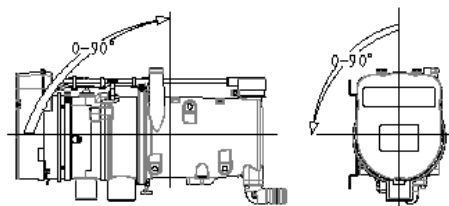

图 9
3.2.3 主机的安装方向应利于水管中空气的排放。根据安装环境允许向指定方向倾斜，但偏离“正常安装位置”不能超过  $90^\circ$ ，如图 9。